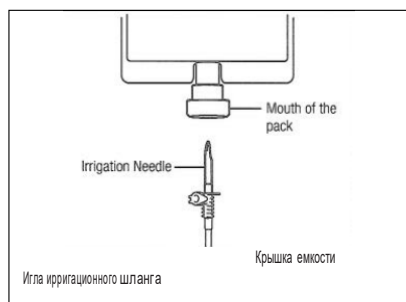

Рис. 10
- 3) Вставьте иглу ирригационного шланга в крышку емкости (Рис. 10).